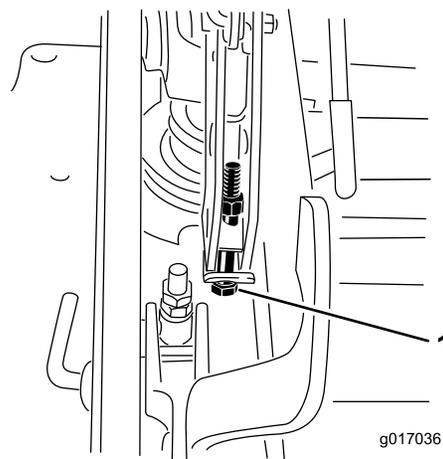

**Figura 89**
- Para ajustar el sistema de ajuste de un solo punto, afloje los dos pernos situados cerca del borde inferior de la pletina de altura de corte. Consulte Figura 89.
- Apriete los dos pernos situados cerca del borde inferior de la pletina de altura de corte (Figura 89). Apriete a 37–45 Nm (27–33 pies-libra).